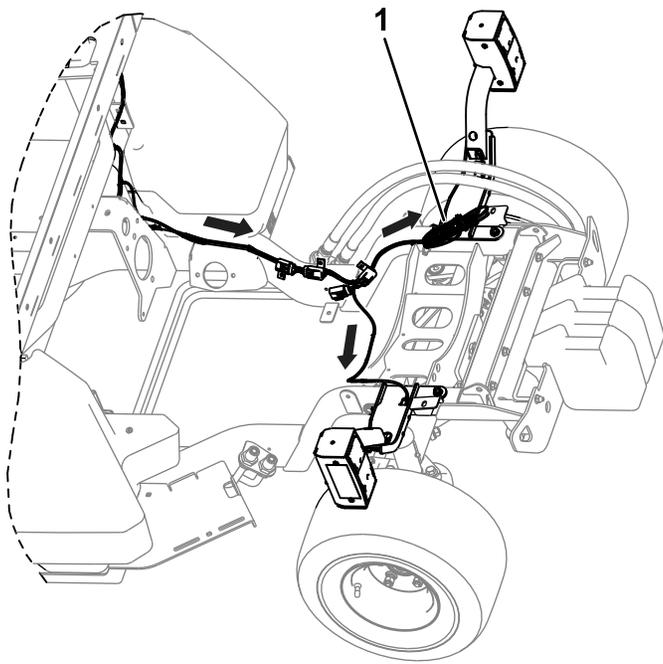

Figura 30
10. Utilice una brida para enrollar entre sí los conectores restantes (Figura 30).